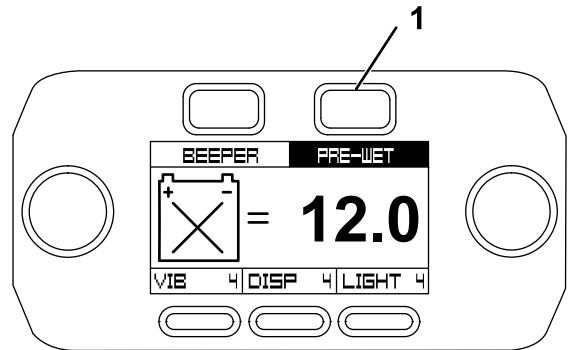

Bild 47
2. Betätigen Sie die Taste „Pre-Wet“ [Vorbenetzen] (Bild 47).